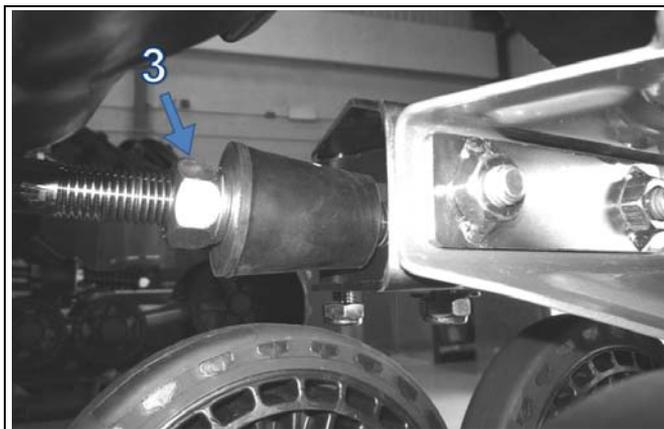

Figure 11
- Desserrer l'écrou (3) comprimant le cône de caoutchouc. L'écrou ne doit pas appliquer de pression sur le cône de caoutchouc. (Voir la Figure 11).